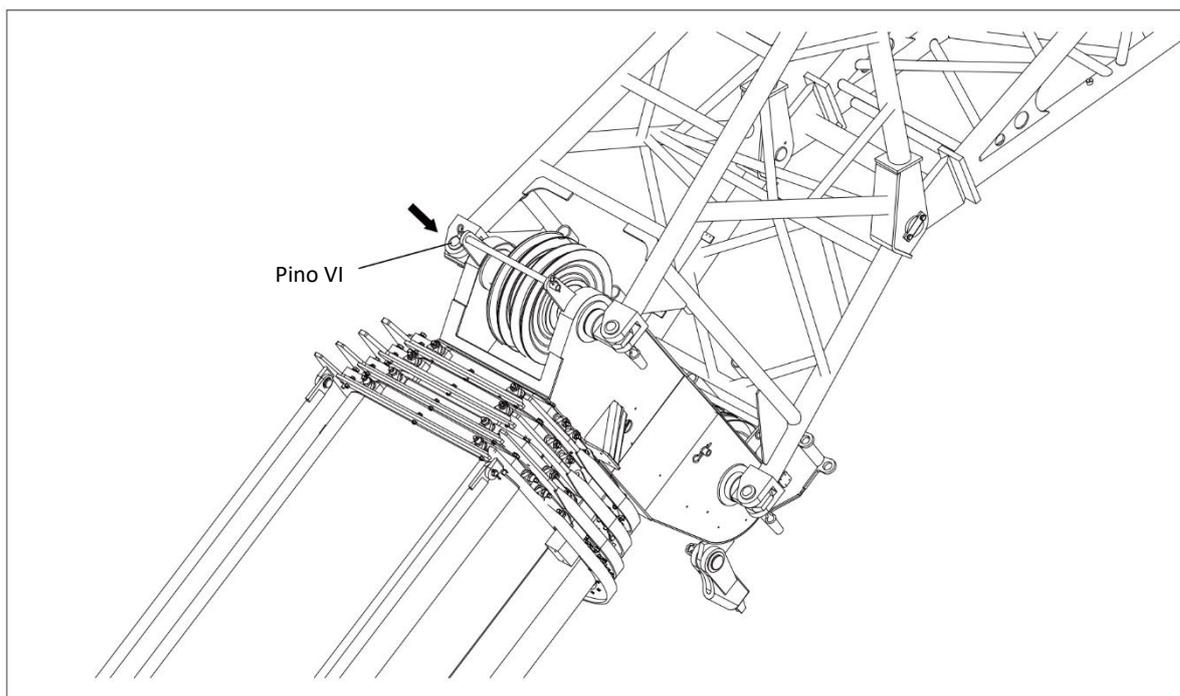

Figura 5-10 Instalação do pino VI
- m) Alinhe a extremidade do braço com os pontos de conexão no lado esquerdo da cabeça da lança principal. Instale o pino VI e grampo de retenção. Consulte a figura 5-10.